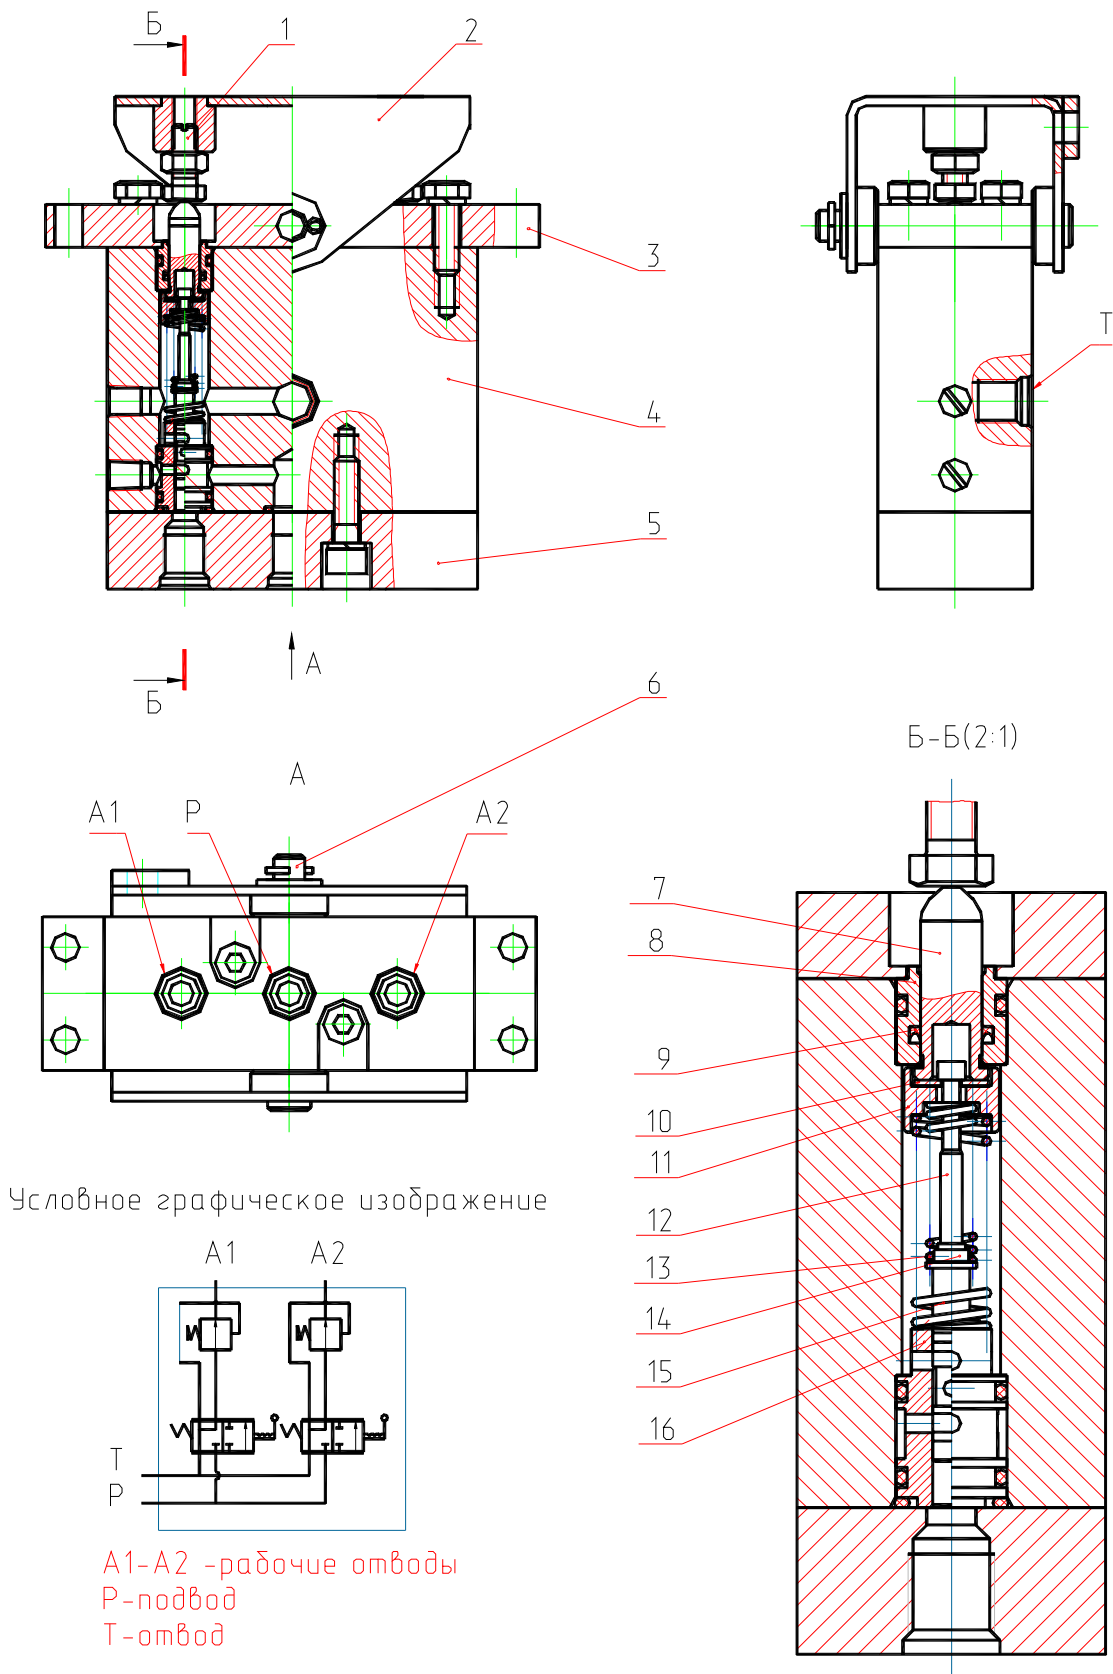

Рис. 51 Блок управления педальный
3) Блок управления III (рис. 51) – педальный двухзолотниковый